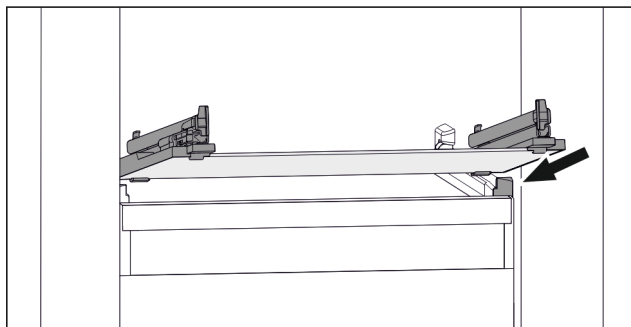

Fig. 130 Приблизне відображення скляної пластини
- ▶ Встановити скляну пластину за стопорами навскоси. (див. Fig. 130)